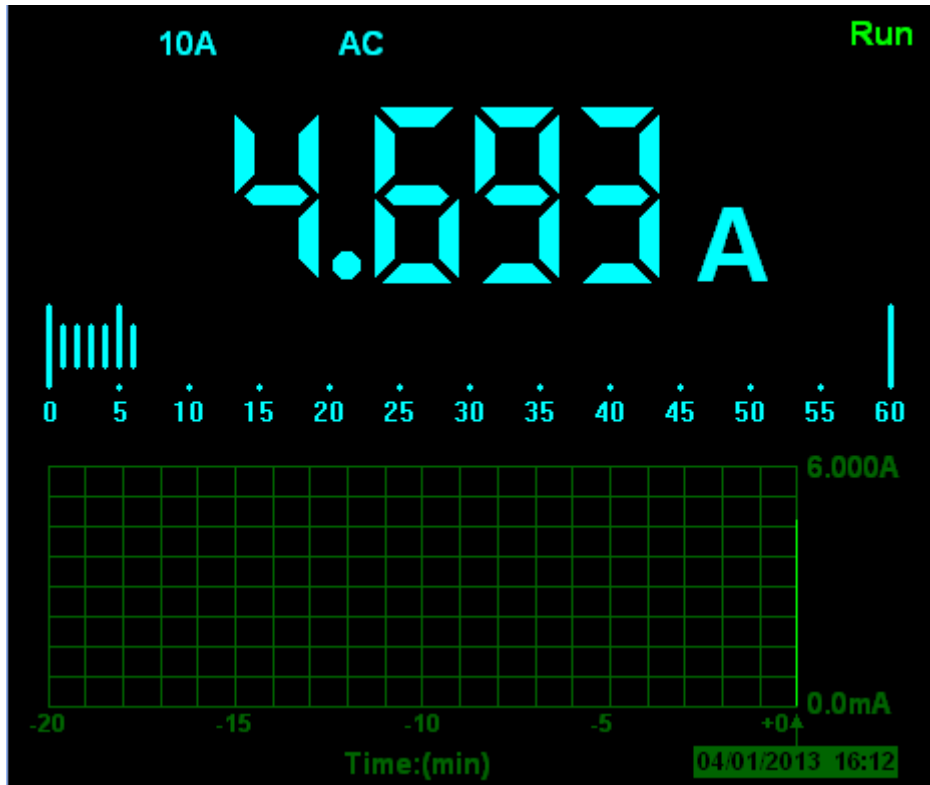

图2-12
- 将红色和黑色表笔连接到被测点，屏幕将显示被测点的交流电流值（如图2-12）。